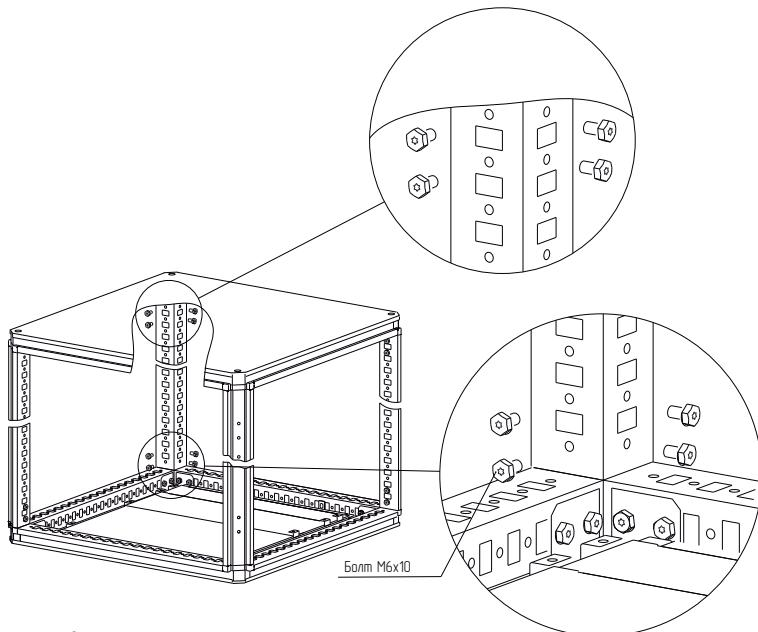

Рисунок 3
4.1.6 Закрепить стойки 1 профиля на основании и крышу на стойках 1 профиля болтами M6×10. Момент затяжки –10 Н·м (рисунок 3).